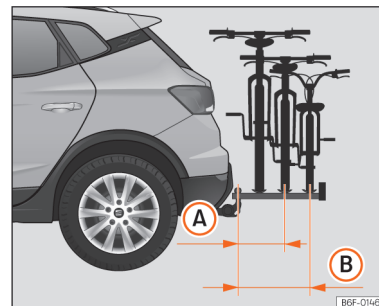

Fig. 151 Representação esquemática da saliência máxima da carga num porta-bicicletas para duas ou três bicicletas.
A saliência máxima não deverá exceder, no caso dos porta-bicicletas de duas bicicletas, os 500 mm desde o centro da cabeça esférica até ao centro da faixa do último suporte »» Fig. 151 (A). No caso dos porta-bicicletas de três bicicletas, não se deverão exceder os 700 mm »» Fig. 151 (B).